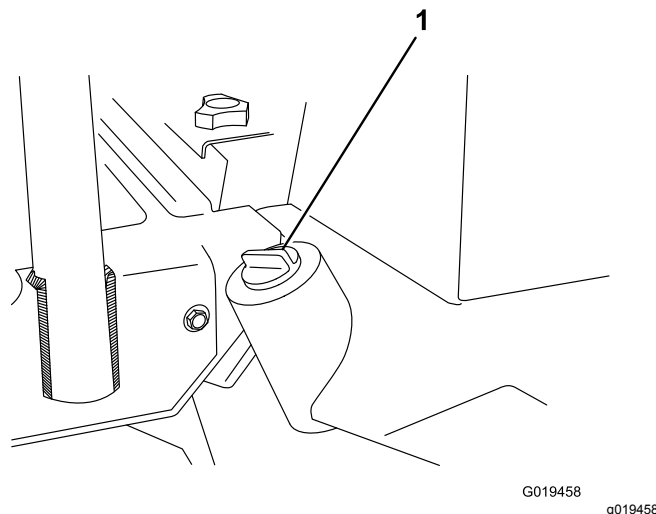

Figura 72
2. Pulite attorno al collo del bocchettone e del tappo del serbatoio idraulico (Figura 72). Togliete il tappo dal collo del bocchettone.